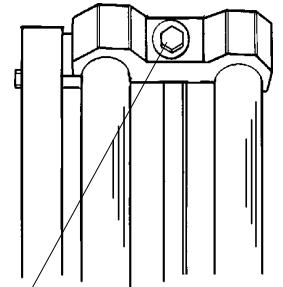

Figure 29
1. Loosen the bolts in the **UPPER** and **LOWER BRACKETS. (A)** In **Figures 29 and 30**.
2. Slide the **LEFT TUBE (B)** up out of the **LOWER BRACKET** until it is above the **CUTTING HEAD (C)**. Rotate the **CUTTING HEAD** around the **RIGHT TUBE (D)** and lower the **LEFT TUBE BACK** into the **LOWER BRACKET**.
1. Lösen Sie die Bolzen in den **oberen** und **unteren HALTERUNGEN, (A)** IN **Abbildung 29 und 30**.
2. Schieben Sie das **linke Rohr (B)** nach oben aus der unteren **Halterung**, bis es über den **Schneidekopf (C)** ist. Drehen Sie den **Schneidekopf** um das **rechte Rohr (D)** schieben Sie das **linke Rohr** wieder zurück in die **untere Halterung**.
1. Desserrez les boulons dans les **BRIDES DE FIXATION SUPÉRIEURE ET INFÉRIEURE. (A)** Voir les **Figures 29 et 30.**
2. Faites glisser le **TUBE GAUCHE (B)** vers le haut pour le retirer du **SUPPORT INFÉRIEUR** jusqu'à ce qu'il se trouve au dessus de la **TÊTE DE COUPE (C)**. Faites pivoter **LA TÊTE DE COUPE** autour du **TUBE DROIT (D)** et rabaissez le **TUBE GAUCHE** dans **LA BRIDE DE FIXATION INFÉRIEURE.**